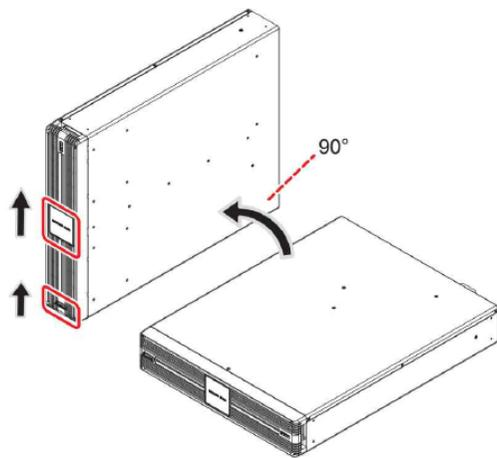

Рисунок 6. Установка внешнего батарейного блока Delta в вертикальное положение
- 3) Осторожно приведите внешний батарейный блок Delta в вертикальное положение, чтобы логотип Delta и значок, изображенный на панели управления, смотрели вверх. Для выполнения этого действия требуется минимум два человека. См. **Рисунок 6**.